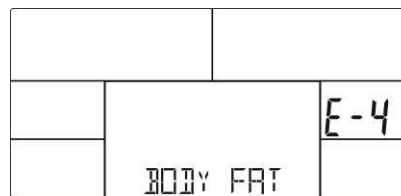

Fig. 26
*E-4 – Visas när fettprocenten eller BMI-resultatet är under 5 eller över 50 (fig. 26).